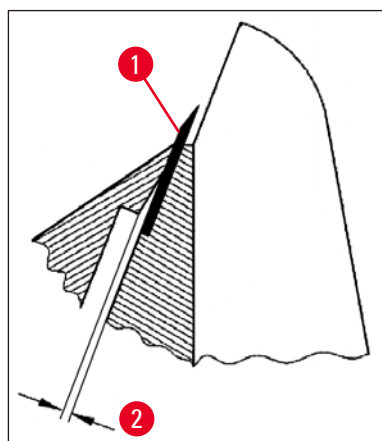

Fig. 37
- Con el tornillo (→ Fig. 36-4) ajustar la placa de presión anterior (→ Fig. 36-2) de manera que solo el borde superior de la placa ejerza presión sobre la cuchilla. Tiene que quedar visible una hendidura (→ Fig. 37). Para realizar el ajuste se necesita un destornillador pequeño (aprox. 3,0 x 70).